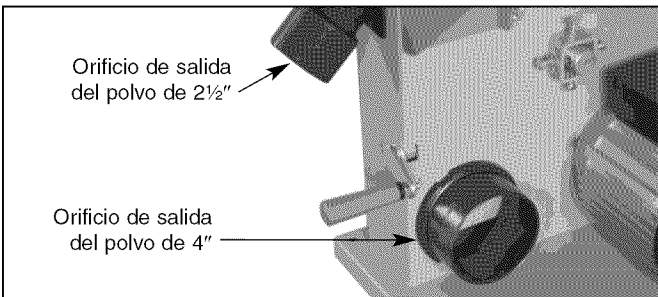

Figura 13 – Orificios de Salida del Polvo
- La sierra de banda incluye un orificio de salida de polvo de 2½" y otro de 4" (véase la Figura 13). Se recomienda que cuando se use la sierra de banda, ésta esté conectada a un colector de polvo adecuado.